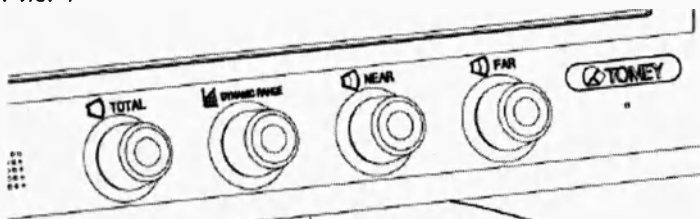

Рис. 2
Значение интенсивности (1) выводится в левом верхнем углу окна измерения (Рис. 1) и регулируется при помощи ручек (Рис. 2), расположенных на лицевой панели монитора. Допустимый диапазон регулировки от 1 до 80 дБ.